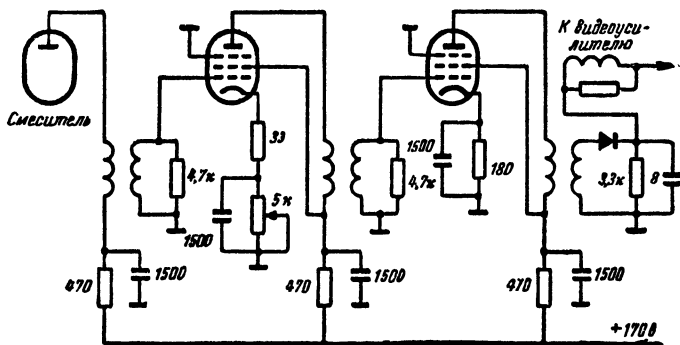

Рис. 55. Схема типичного двухкаскадного усилителя промежуточной частоты с трансформаторной связью.
**Н.** — Из схемы на рис. 55 следует, что в небольших экранирующих кожухах, которые я не рискнул вскрыть, находятся резонансные трансформаторы промежуточной частоты с индуктивной связью. Они применяются во всех телевизорах?